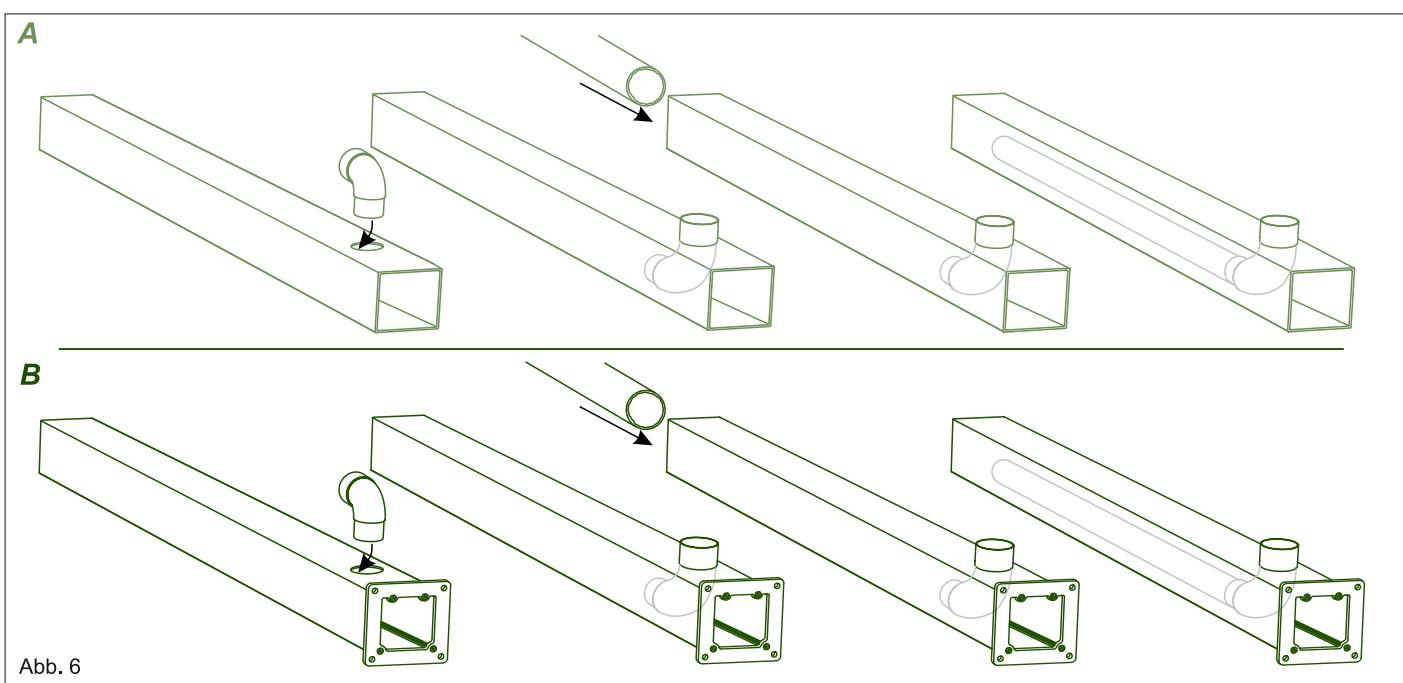

Abb. 6
**A) B)** 5. Positionieren Sie das mitgelieferte 87° Winkel in dem Pfosten (Siehe Bild) und verbinden Sie den PVC-Rohr mit dem PVC-Winkel zusammen. Bitte beachten Sie dabei, dass die Gummidichtungen an den Verbindungsstellen vorhanden sind. Siehe Abb. 6.